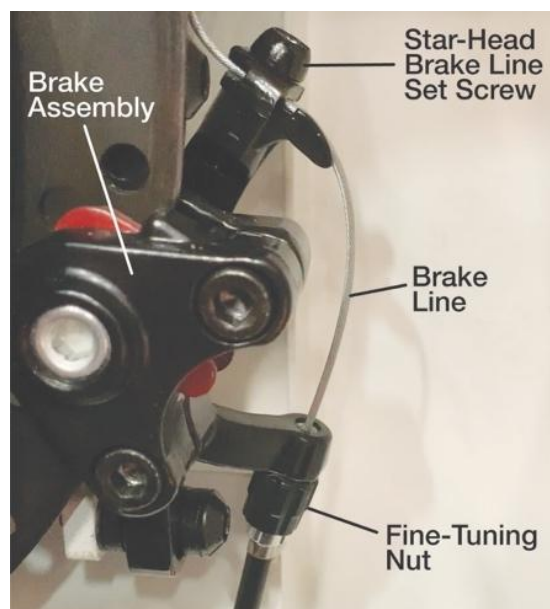

Рис.60
5. Найдите установочный винт звездообразной тормозной магистрали на тормозном узле (см. рис.60).